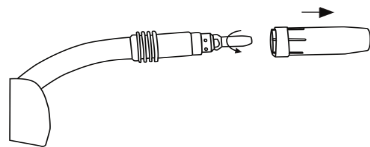

Рисунок 5
4.4.2 Заміна наконечника (рисунок 5)